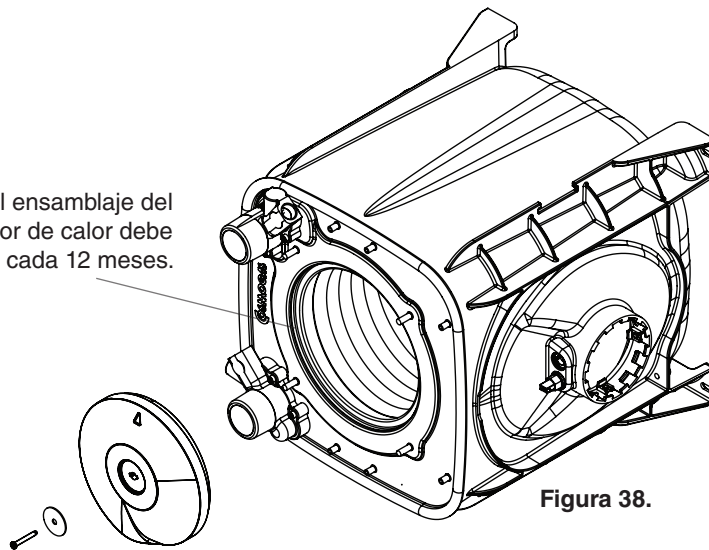

Figura 38.
1. El ensamblaje superior e inferior del intercambiador de calor TitanTough debe inspeccionarse y limpiarse cada 12 meses. Se recomienda llamar a un técnico de servicio calificado para inspeccionar los intercambiadores de calor (Figura 38).